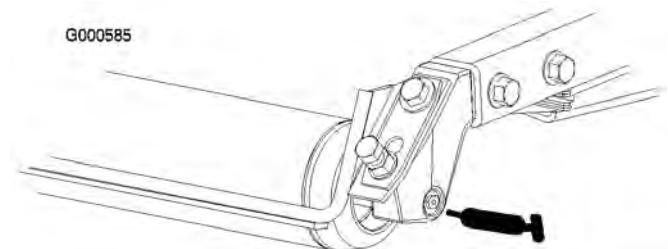

Figura 27
- Rolamentos do rolo traseiro (2 por cada unidade de corte) (Figura 27)
Nota: Os bocais de embeber nos rolamentos (Figura 27) necessitam de um adaptador de bocal de pistola de pulverização. Encomende a peça nº 107-1998 da Toro ao seu distribuidor autorizado Toro.